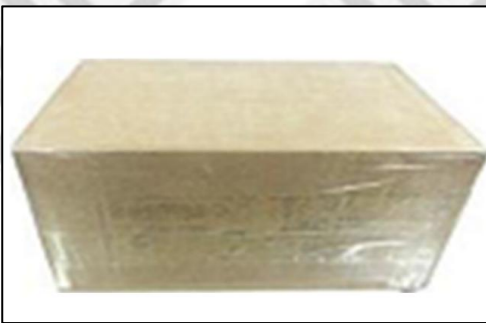

Figura 2
**Embalaje de express nacional :** generalmente empaquetado con cinta transparente a prueba de agua como se muestra en la Figura 2